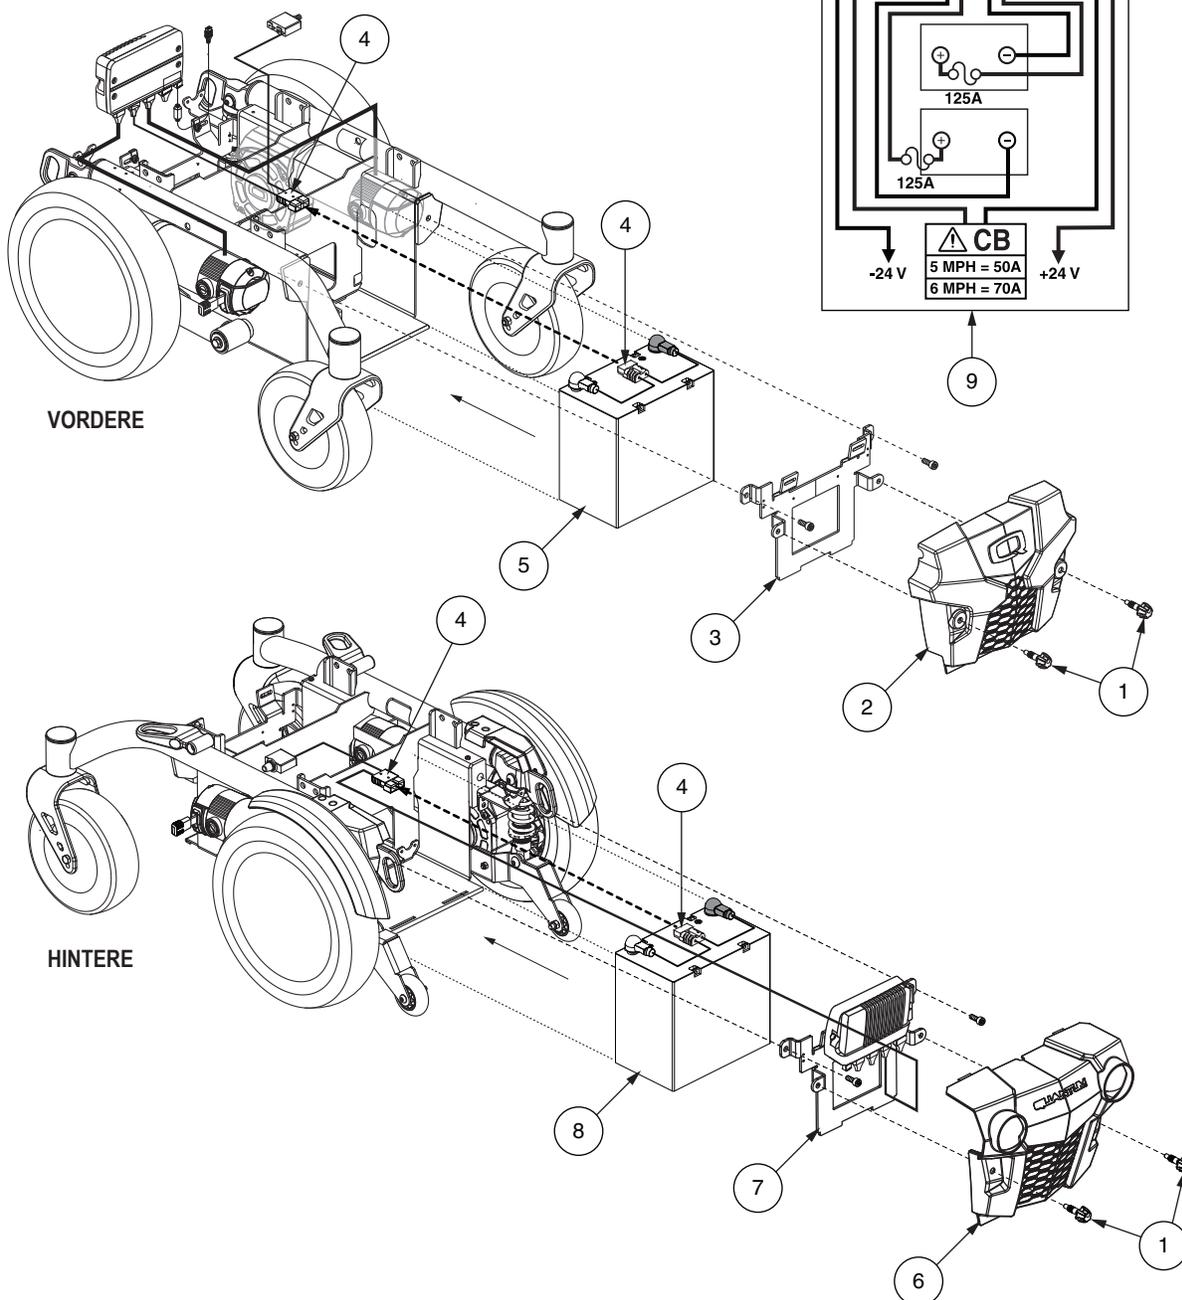

Bild 18. Einbau der Batterie
3. Entfernen Sie die Front- und Heckabdeckung, indem Sie die Flügelschrauben lösen. **Siehe Bild 18.**
8. Das Batteriekabel gemäß Batterieanschlussplan mit der neuen Frontbatterie verbinden. **Siehe Bild 18.**
9. Das Batteriekabel gemäß Batterieanschlussplan mit der neuen Heckbatterie verbinden. **Siehe Bild 18.**